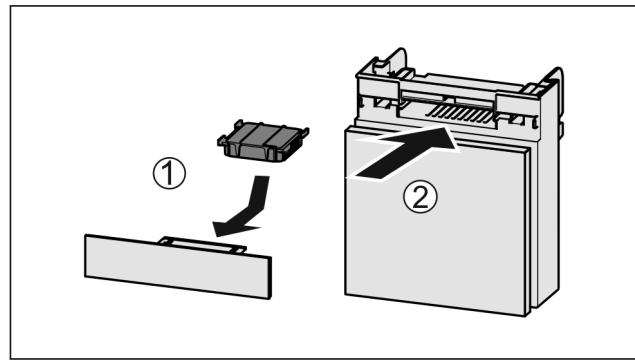

Fig. 81
- Vložte aktívny uhlíkový filter podľa obrázka Fig. 81 (1).
- Zasuňte zásuvku Fig. 81 (2).